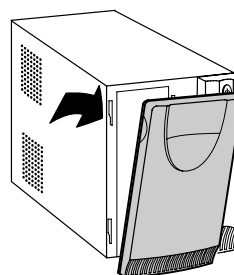

Abbildung 21 Entfernen der Frontblende von der USV
- 1 Ziehen Sie die linke obere Ecke nach vorne und entfernen Sie die Frontblende der USV (siehe Abbildung 21).